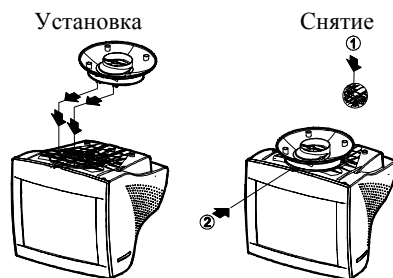

Рис. 1. Установка и снятие шарнирной подставки
- аккуратно переверните монитор вверх дном (см. рис. 1);